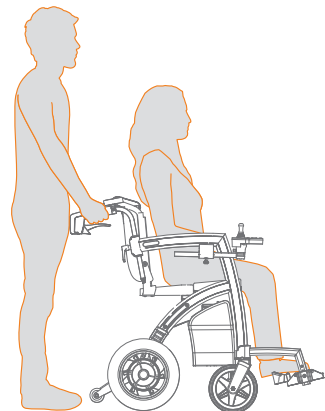

Abbildung 47: Gute Sitzposition im Rollstuhl.
- f. Der Elektrorollstuhl ist nun einsatzbereit (**Abbildung 47**).
- a. Verwandeln Sie den Rollz Motion Electric in einen Elektrorollstuhl (**Abbildung 47**) und nehmen Sie die Fußstützen aus der Tasche des Rollstuhlpakets.